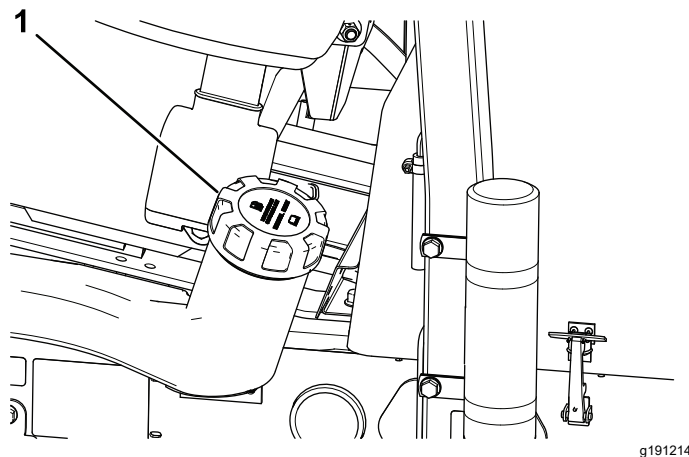

Figura 36
2. Limpe a zona em torno da tampa do depósito de combustível (Figura 36).